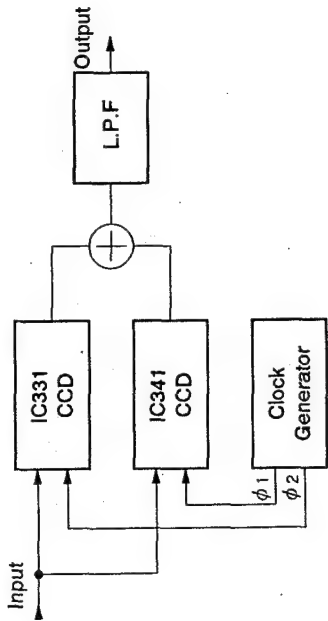

Fig. 3-11-2.
**3-11-3. 1H Delay Circuit (Fig. 3-11-2.)**